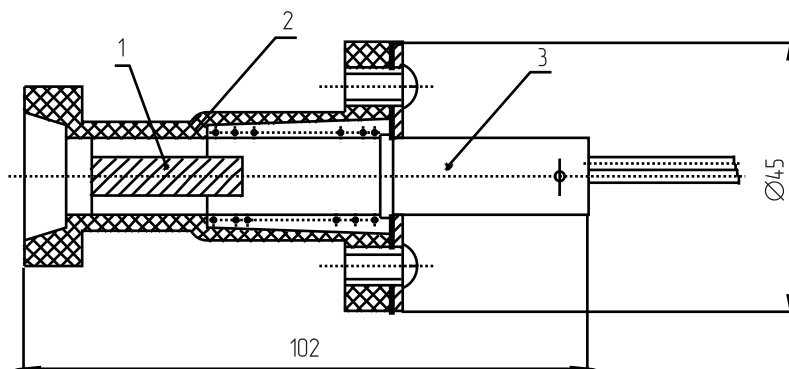

Рисунок 3
Магнитный ключ КМ–1 (рис. 3) состоит из постоянного магнита (1), подпружиненного штока (3), заключенных в полиамидном ударпрочном корпусе (2).